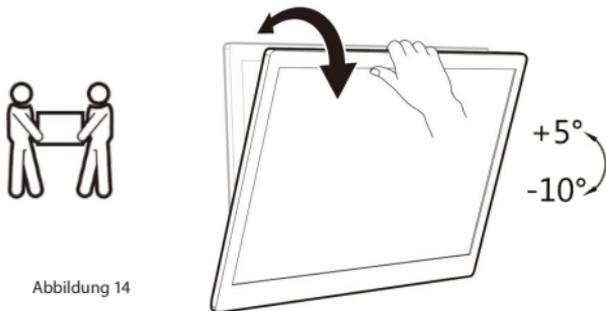

Abbildung 14
1. Der **mobile TV-Wagen** verfügt über eine werkzeuglose Neigungswinkelverstellung. Halten Sie das **Fernsehgerät** entlang der **horizontalen Kanten**, um den **Betrachtungswinkel** zu neigen. (Abbildung 14)